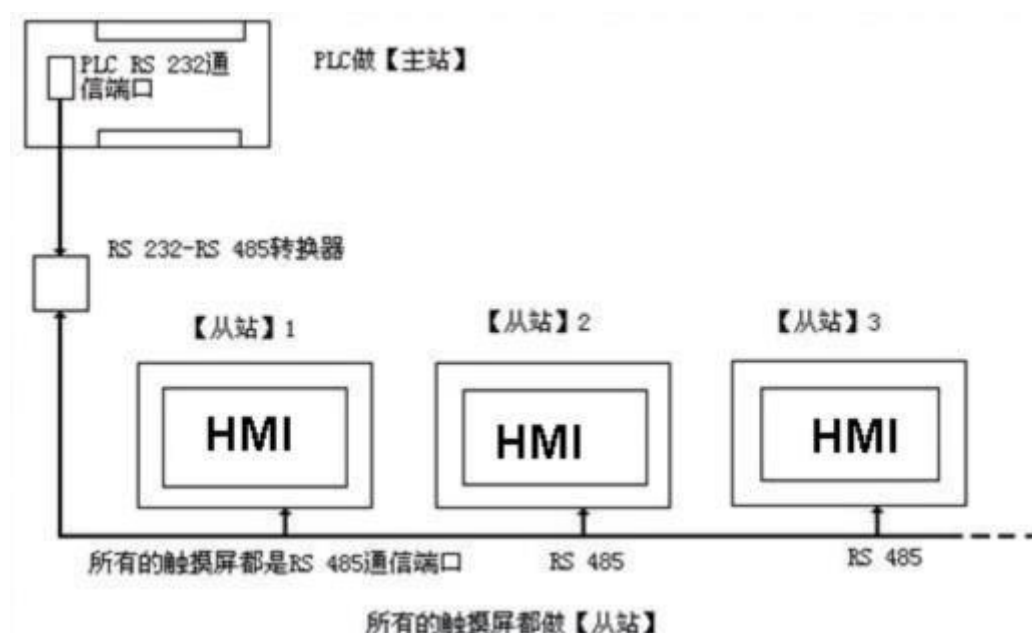
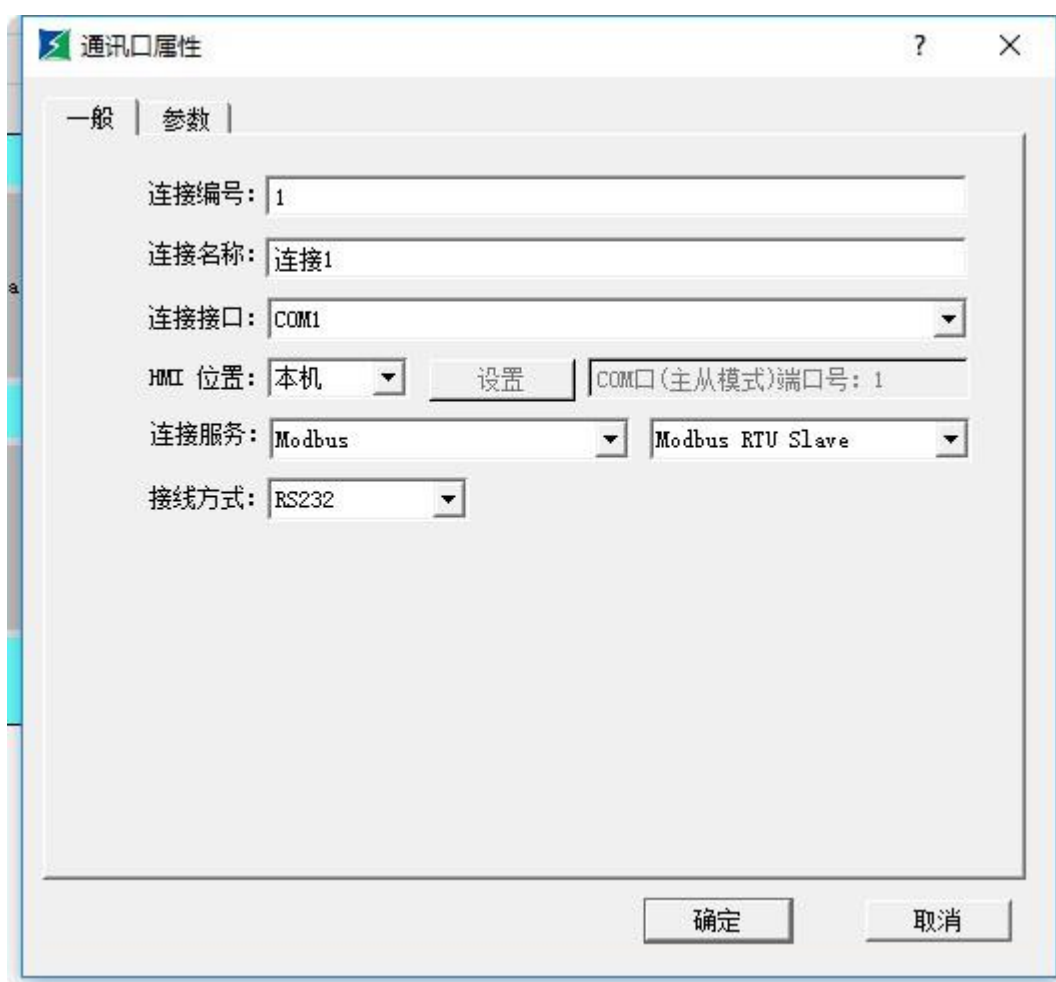
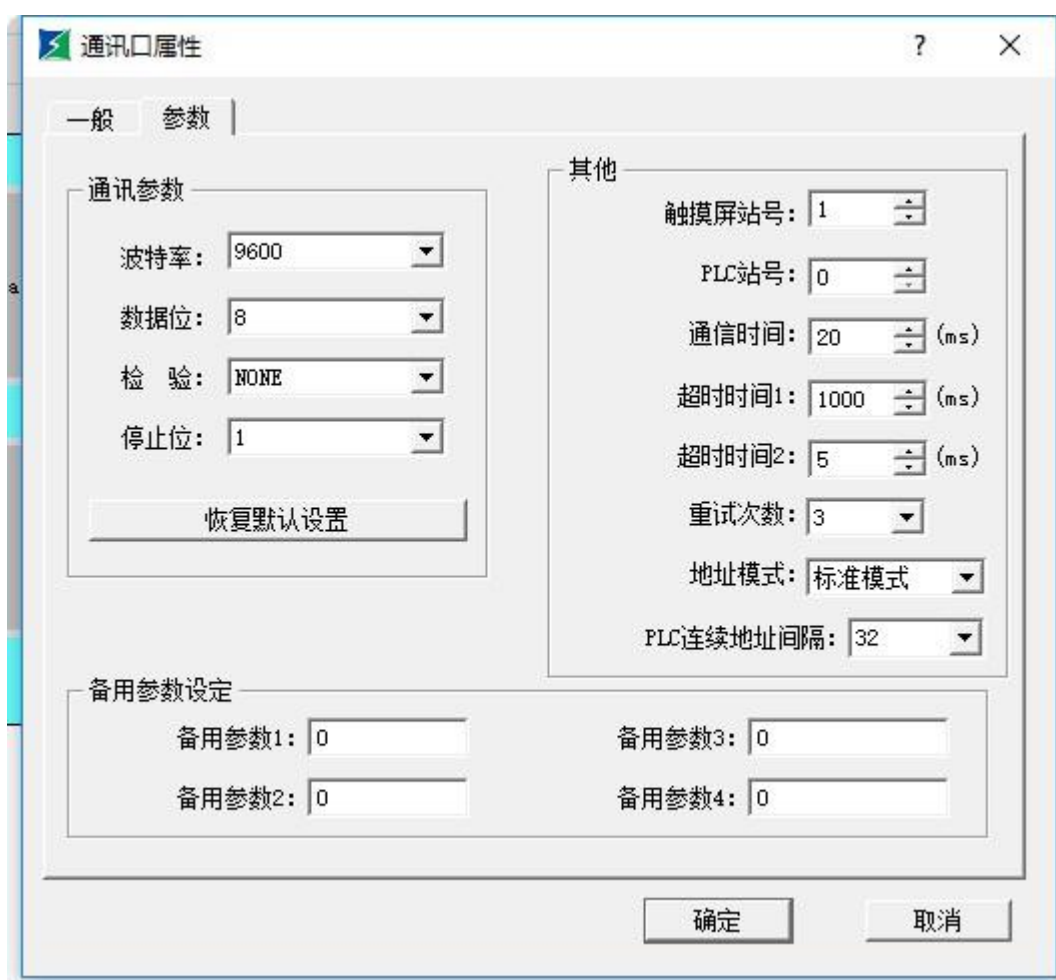

图 8-1 PLC(RS232)做【主站】的“一机多屏”连接示意图
图 8-2 选择 Modbus 协议，并选择做【从站】
图 8-3 分配 HMI 的站地址
1. 连接 PLC 的通信口为 RS232，连接方式和系统设置如下图 8-1，图 8-2，图 8-3 所示：
PLC 的通信端口为 RS485 时，由于 HMI 都是做【从站】，系统设置与通信口为 RS232 时的设置一样，可以参照图 8-2 和图 8-3 所示来操作。
做从站的 HMI 的系统设置可以参照图 8-2 和图 8-3 所示来操作。